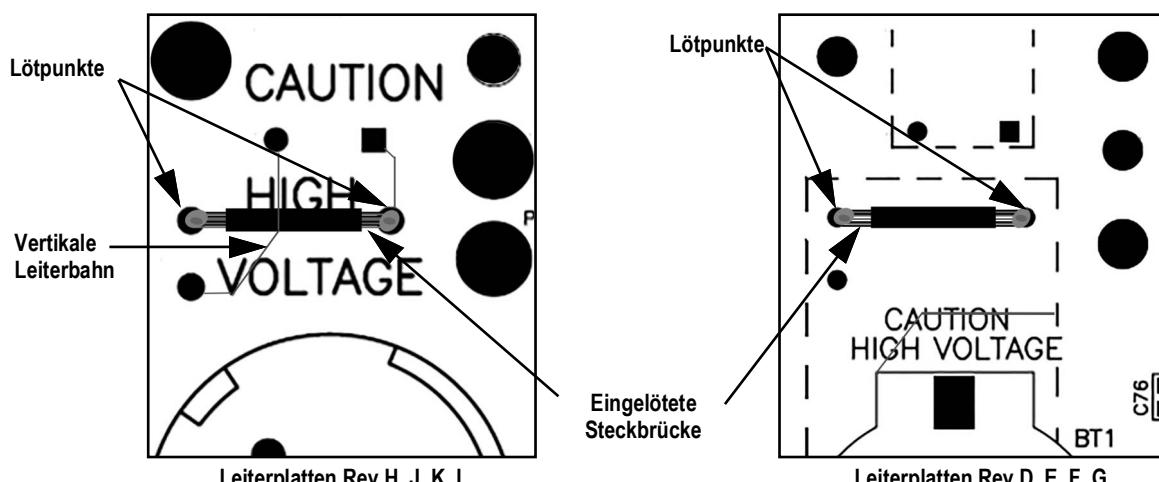

Abbildung 1. Platzierung der verzinnten Steckbrücke
**HINWEIS:** Bei CPU-Leiterplatten (Rev L und früher) ist eine Modifikation erforderlich, um den elektrischen Strom zu begrenzen, mit dem die CCFL-Hintergrundbeleuchtung versorgt wird (siehe Abbildung 1).
Bei den Leiterplatten Rev H, J, K, L : Die mitgelieferte verzinnte Steckbrücke zwischen den beiden Lötpunkten vor und hinter dem Wort **HIGH** installieren (siehe Abbildung 1). Sicherstellen, dass die Isolierung die vertikale Leiterbahn bedeckt, die die Steckbrücke kreuzt.
Bei den Leiterplatten Rev D, E, F, G : Die mitgelieferte verzinnte Steckbrücke zwischen den beiden Lötpunkten oberhalb der Batterie installieren, nahe dem gepunkteten Siebdruck (die optische Referenzmarkierung) (siehe Abbildung 1).